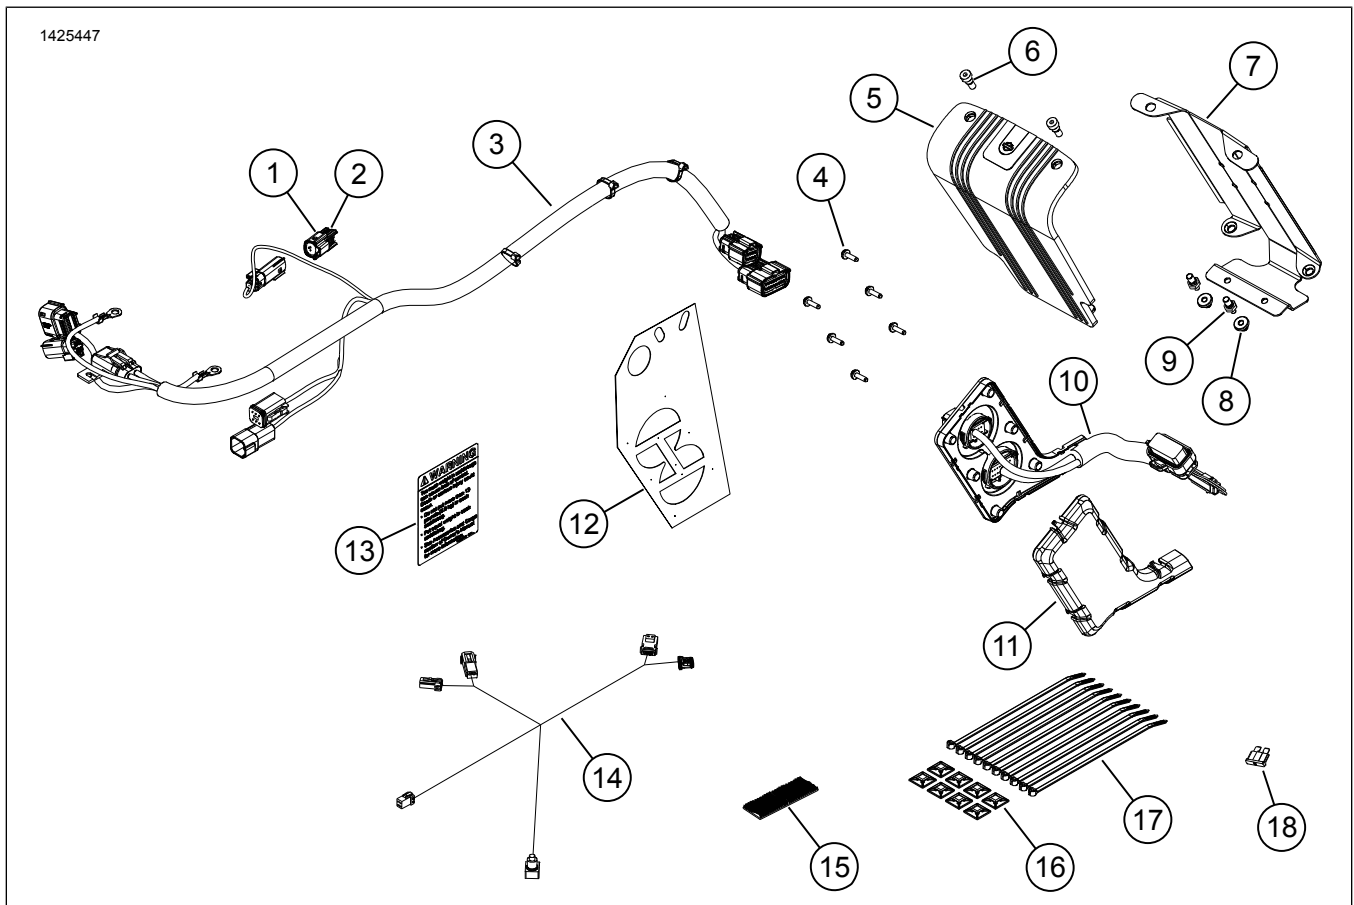

Figura 1. Peças de reposição: Kit de Amplificador Primário
3. Veja a figura 1. Instale a etiqueta de capacidade do alforje (13).